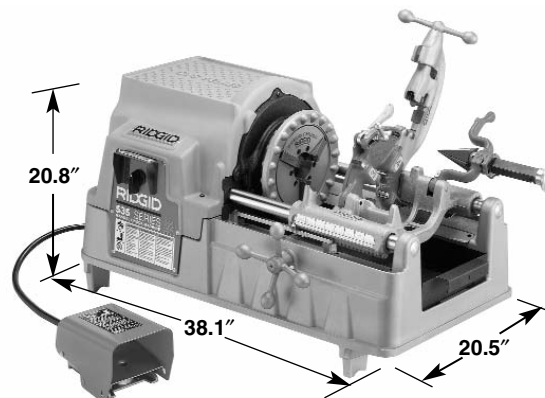

Figure 2 – Dimensions de la machine Modèle 535
1. En l'absence d'un support, la machine doit être montée sur un établi solide. Pour monter la machine sur établi, introduisez les quatre (4) boulons de  $\frac{5}{16}$  po et les trous prévus à chaque coin de l'embase de la machine. Les dimensions de l'embase sont indiquées à la Figure 2.